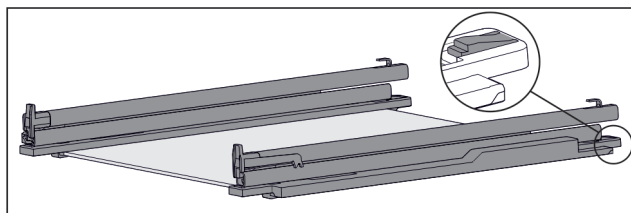

Fig. 125 Skleněná deska s kolejničkami a přídržnými díly
- ▶ Přídržný díl vzadu stlačte dolů (viz Fig. 125) a současně zasuňte kolejničku dozadu.